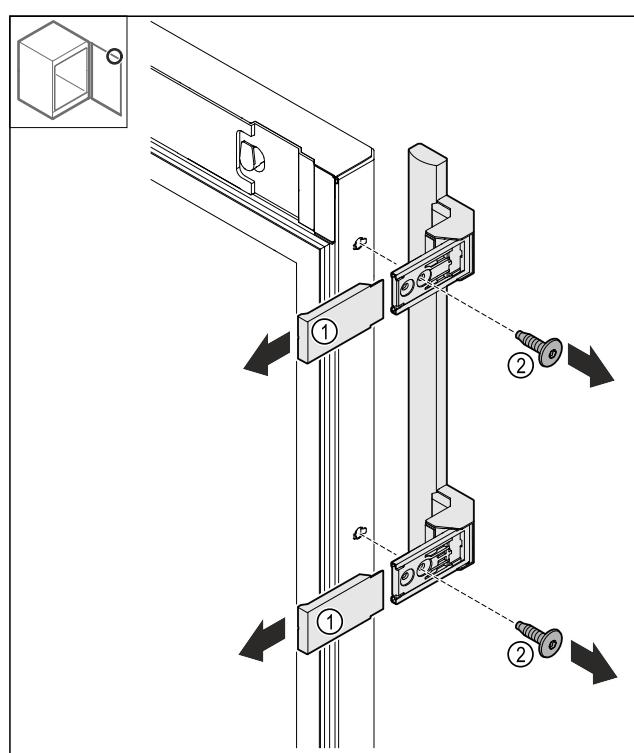

Fig. 24
- ▶ Snemite pokrove Fig. 24 (1).
- ▶ Odvijte vijke Fig. 24 (2).